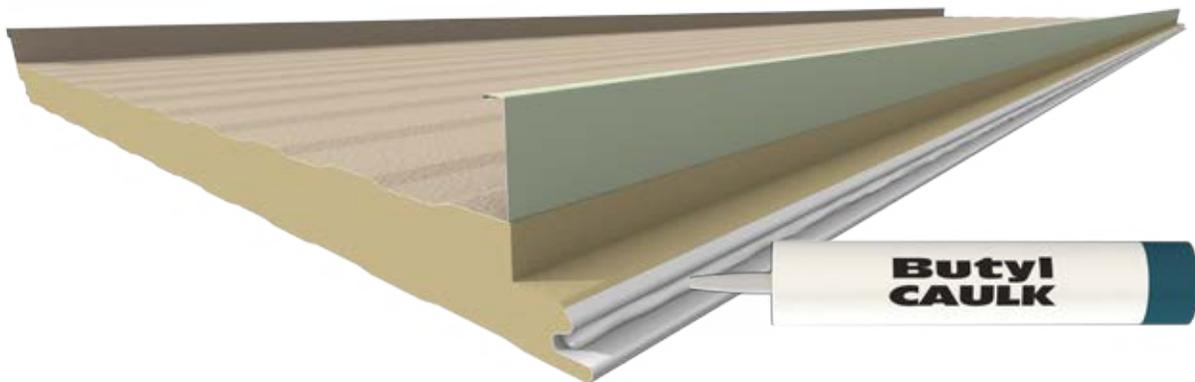

Figura 8.2
8.2 Aplique un sellador de butilo continuo que no se cura (no forma piel) en la junta del panel interior con un tamaño de tira de aproximadamente 6.4 mm como se muestra en la figura 8.2. El sellador debe proporcionar un sellado continuo entre la lengüeta y la ranura, pero no derramarse por las caras del panel.